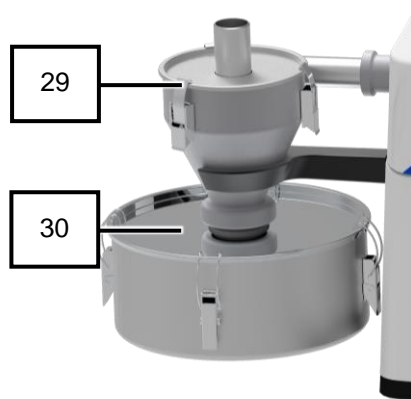

Fig. 29: Apparecchio con separatore a ciclone
12. Premere  sul display touch (6) per avviare la macinazione.
13. Il materiale viene alimentato e macinato automaticamente attraverso la canaletta di alimentazione (28) dell'unità dosatore DR 100 (33).
14. Controllare l'indicatore di 45issure sul display touch (6) per valutare l'uniformità dell'alimentazione di materiale.
15. Premere  sul display touch (6) per terminare il processo di macinazione.
17. Prelevare il materiale macinato dal recipiente di raccolta (30) del separatore a 45issure (29) (Fig. 29).